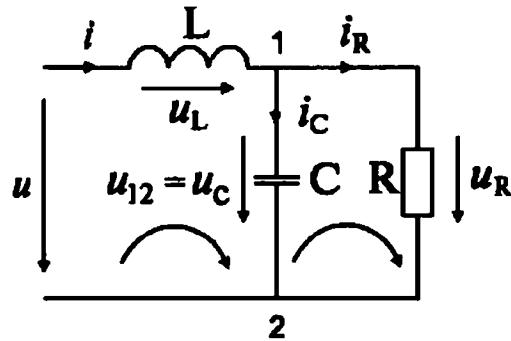

Рис. 1.44. Схема к задаче
**Задача.** К электрической цепи (рис. 1.44) приложено синусоидальное напряжение  $u = U_m \cdot \sin \omega t$ . Используя законы Кирхгофа, составить систему уравнений для токов в ветвях в дифференциальной форме и преобразовать ее в систему для комплексных токов.
**Решение.** Приняв условные положительные направления токов и напряжений и направления обхода контуров (рис. 1.44) система уравнений имеет вид